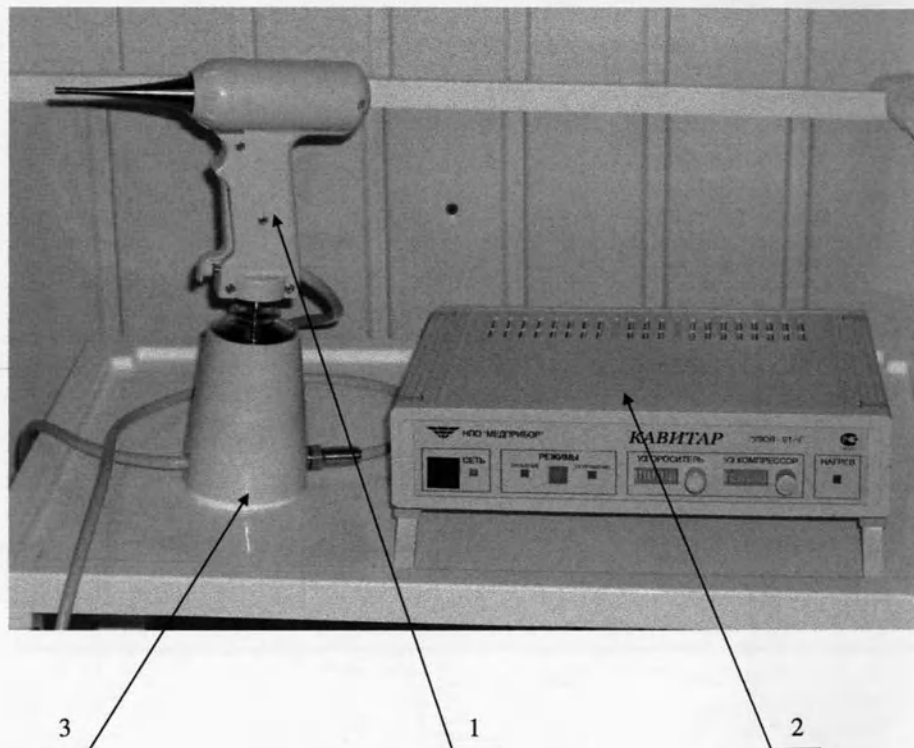

Рисунок 4 – Общий вид аппарата
- 7.1.1. Прикрутить заправочный бачок к крышке на рукоятке оросителя и установить ороситель в электроподогреватель. При этом аппарат должен быть установлен таким образом, чтобы наконечник оросителя был направлен вверх под углом, относительно основания подогревателя (см. рисунок 4).